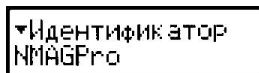

Рисунок 7.3 – Вид подраздела «Идентификатор»
– выбрать пункт «Идентификатор» (рисунок 7.2а) – на второй строке экрана отобразится идентификационное наименование программы (рисунок 7.3).